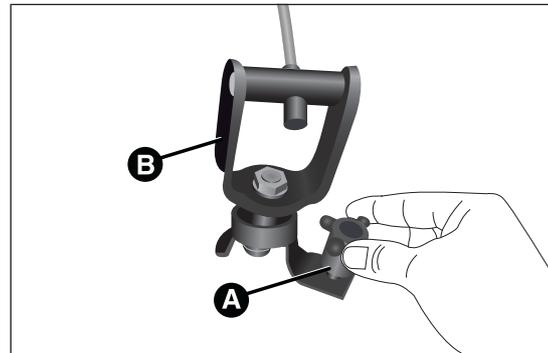

fig. 38
- volver a apretar el dispositivo A fig. 38 en el soporte de fijación B;